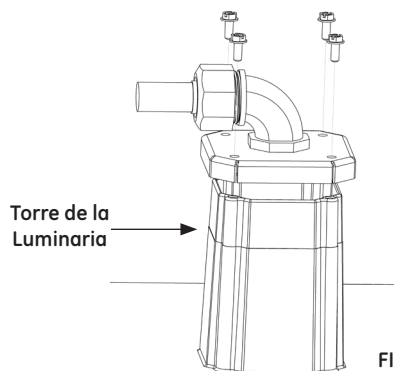

FIGURA 2
- Apriete firmemente la nueva placa de acceso con el conducto de codo guía a la luminaria usando los tornillos proporcionados originalmente para la placa de acceso original. (Vea la Figura 2).